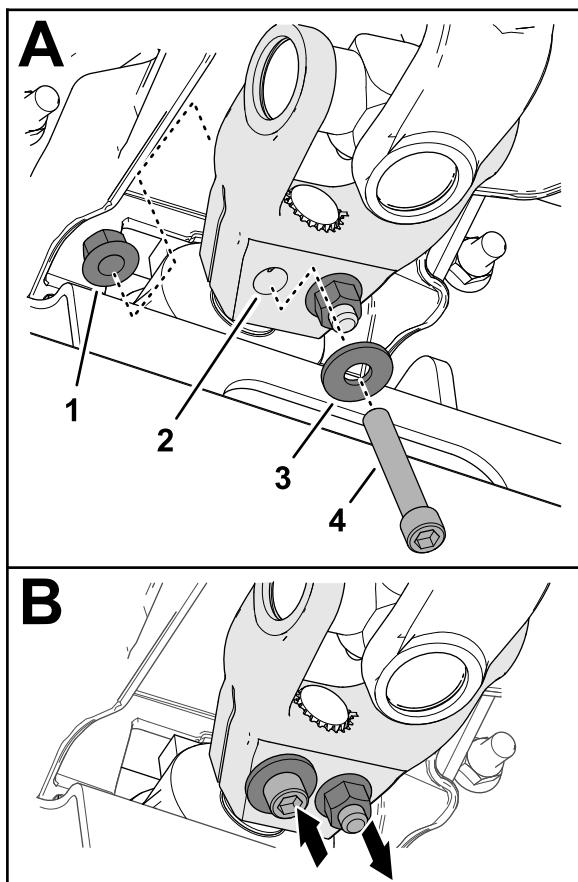

Figura 17
5. Montate un bullone senza dado a brugola ($\frac{3}{8}$ " x $2\frac{1}{4}$ ") attraverso una rondella ($\frac{3}{8}$ ") e il foro nella forcella dell'albero di trasmissione (Figura 17), e fissate il bullone senza dado con un dado di bloccaggio flangiato ($\frac{3}{8}$ ").
6. Montate un bullone senza dado a brugola ($\frac{3}{8}$ " x $2\frac{1}{4}$ ") attraverso una rondella ($\frac{3}{8}$ ") e il foro nella forcella dell'albero di trasmissione dalla direzione opposta (Figura 17), e fissate il bullone senza dado con un dado di bloccaggio flangiato ($\frac{3}{8}$ ").